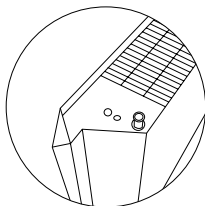

Рис. 7
- перевернуть конвектор нижней частью кверху (рис. 7);